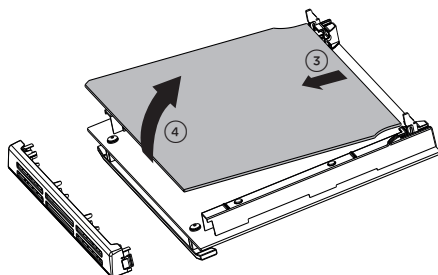

Рис. 8.14
- Аккуратно поднимите и вытащите внутреннее стекло, высвободив его из нижних фиксаторов. Не наклоняйте панель слишком сильно, так как вы можете повредить стекло (рис. 8.14).